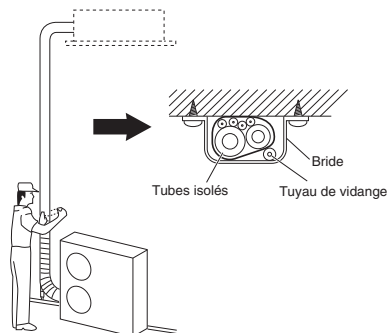

Fig. 5-9
- (1) A ce moment, les tubes de réfrigérant (et le câblage électrique si les codes locaux le permettent) doivent être guipés ensemble avec du ruban d'armature en 1 faisceau. Pour éviter que le condensat ne déborde du carter de vidange, garder le tuyau de vidange séparé de la tuyauterie de réfrigérant.
- (2) Enrouler le ruban d'armature du bas de l'unité extérieure jusqu'en haut de la tuyauterie où il entre dans le mur. Lorsque vous enroulez le ruban, chevaucher la moitié de chaque tour de ruban précédent.
- (3) Brider la canalisation au mur en utilisant environ 1 bride par mètre. (Fig. 5-9)